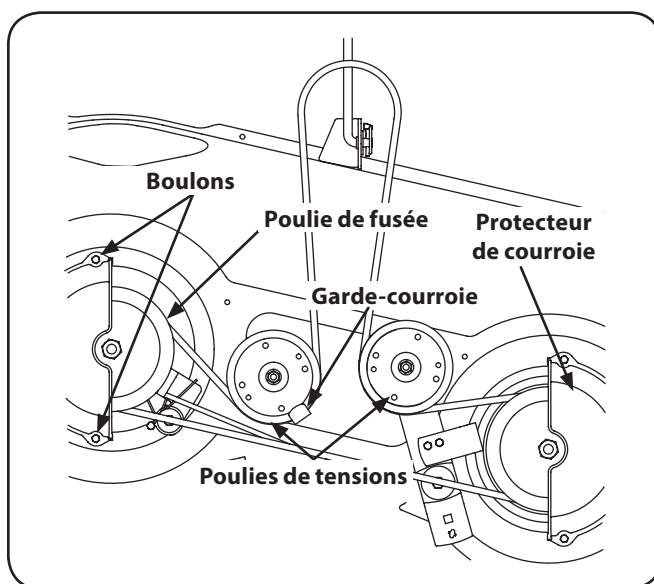

Figure 7-6
2. Enlevez les couvercles de courroie en retirant les boulons hexagonaux qui les fixent au plateau de coupe. Voir Figure 7-6.
4. Enlevez soigneusement la courroie des deux poulies de fusée et des deux poulies de tension. Voir Figure 7-6.